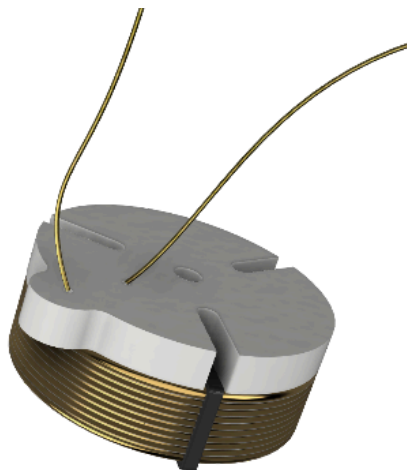

Figura 13. Extremos interior y exterior de cada bobina.
4. Tomar una bobina e identificar en ella sus dos extremos, cada uno con un tramo de alambre. Un extremo (denominado "extremo interior") sale del centro de la bobina, mientras que el otro extremo (denominado "extremo exterior") sale de su borde, como se muestra en la Figura 13.